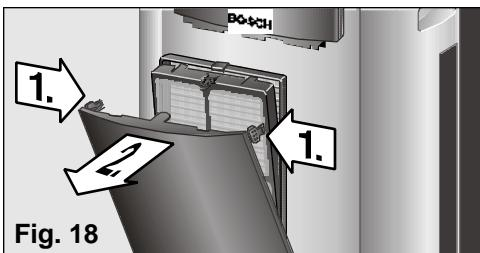

Fig. 18
Para abrir a porta frontal da unidade (não é necessário retirá-la), basta premir as pestanas laterais da mesma, (Fig. 18, 1.) e puxá-la para a frente. (Fig. 18, 2.). A porta dispõe de um batente até ao qual ela se abre sem perigo de cair.
**Para isso basta abrir a porta até ao primeiro batente (a porta fica aberta com uma ligeira inclinação; Fig. 18) e puxar com força para fora. Para tornar a posicioná-la, far-se-á coincidir as patilhas inferiores da porta nos orifícios da caixa do equipamento, até as patilhas ficarem encostadas aos clips da caixa.**